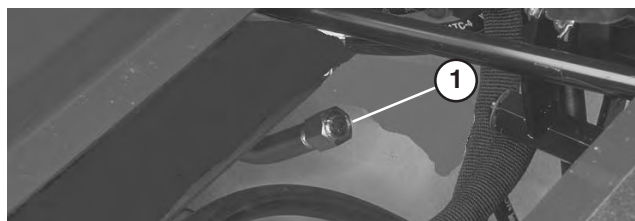

Figure 17
3. Vissez le bouchon de remplissage/jauge à la main dans le goulot de remplissage (Fig. 17). Il est inutile de serrer le bouchon avec une clé.